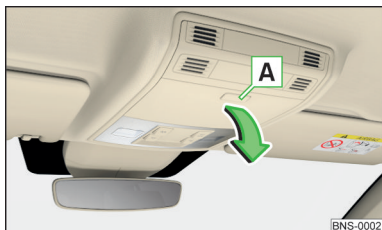

Fig. 105
- Pour **ouvrir**, appuyez sur la touche **A**. Le compartiment s'ouvre dans le sens de la flèche » fig. 105.